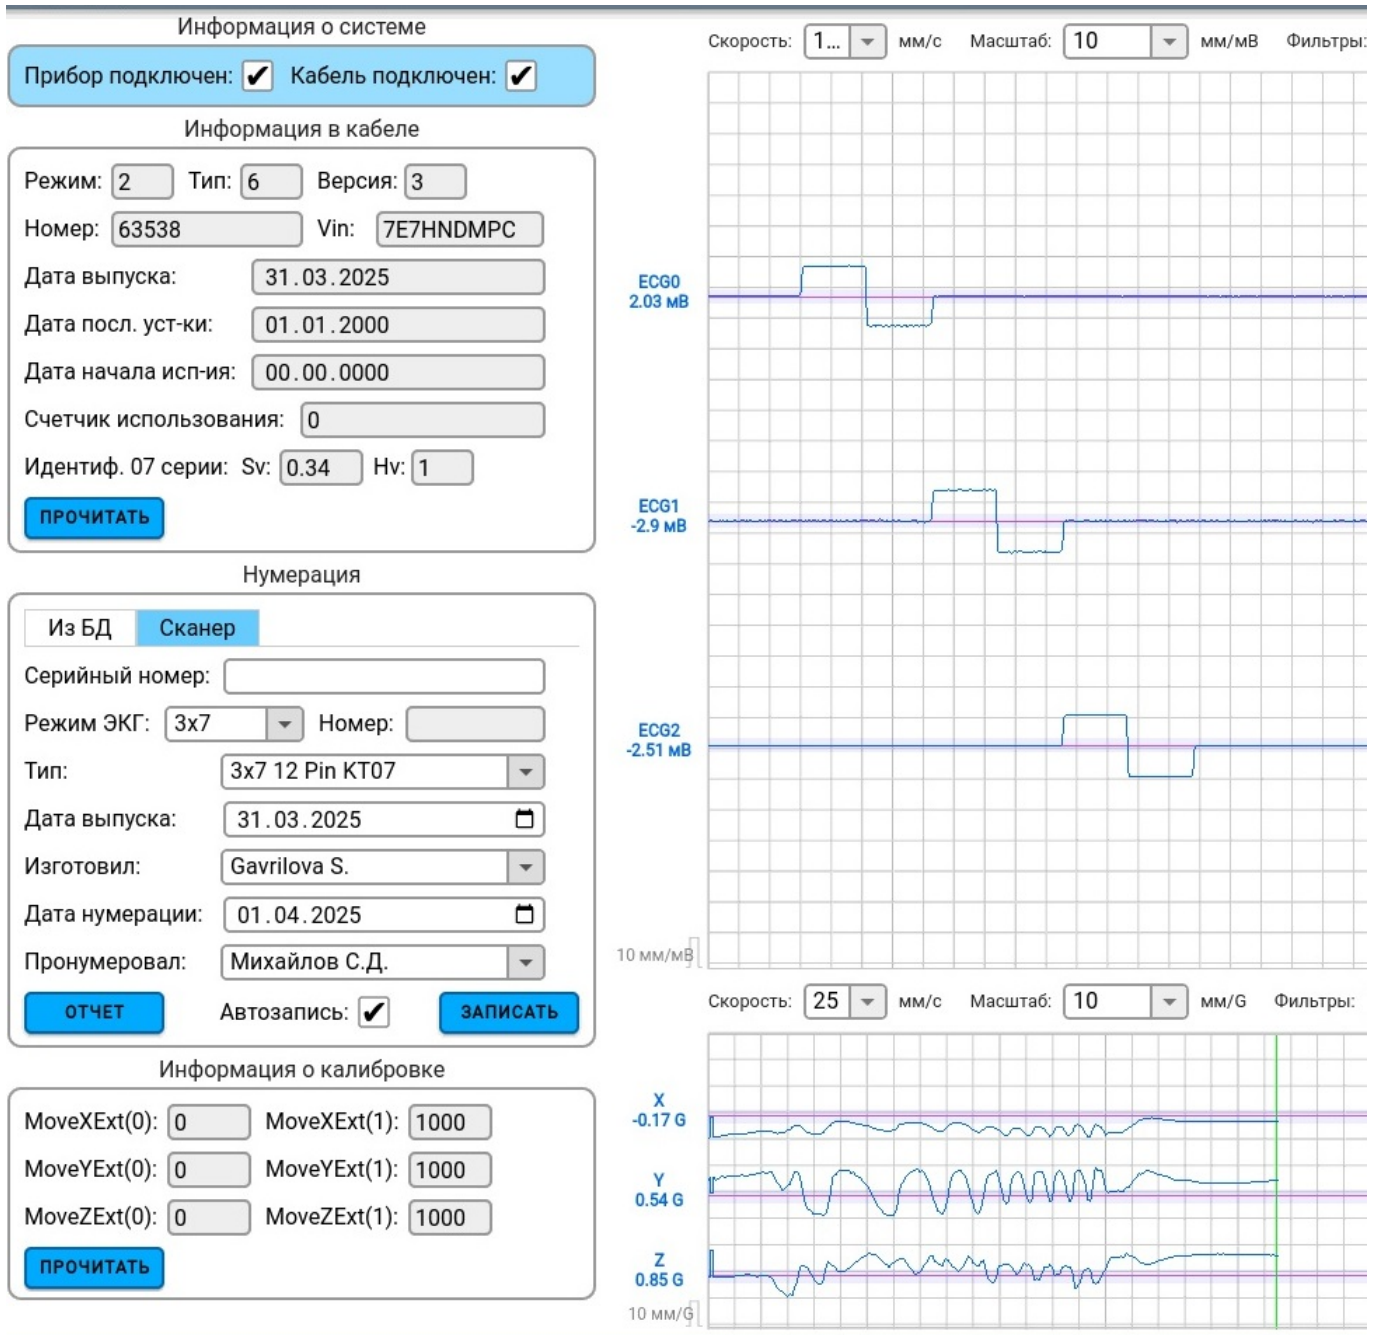

Рис.2 Вид интерфейса утилиты CableLab после программирования и успешной проверки работы КПО-03
7.1.5. Работоспособность ДДПТП проверяется путем физического перемещения держателя электрода кабеля, в котором установлен ДДПТП, при этом в поле XYZ на трех осях должны отобразиться три кривые работы ДДПТП, как это видно на рис. 2.